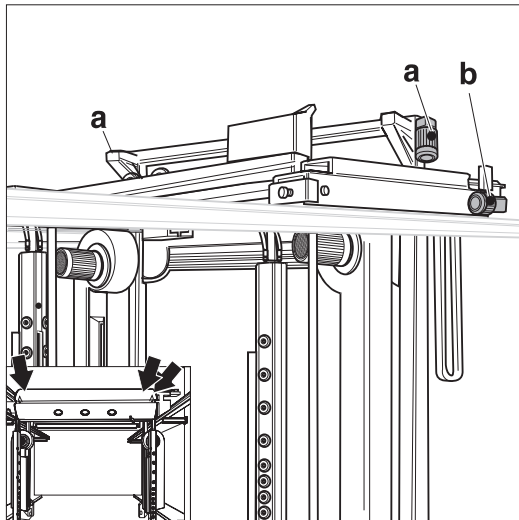

Figura F.18: Motoriduttori
- la corsa verticale della trave orizzontale superiore (figura F.18)